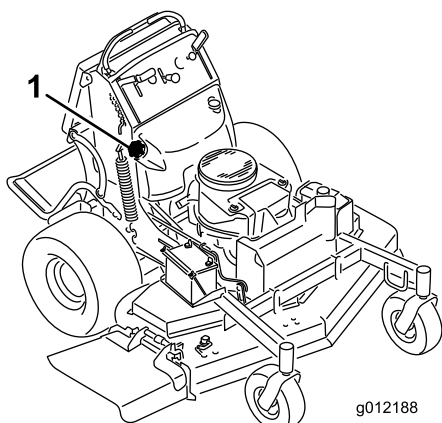

Figura 50
6. Usando la bomba tipo sifón, vacíe el combustible en un recipiente de combustible limpio (Figura 50).